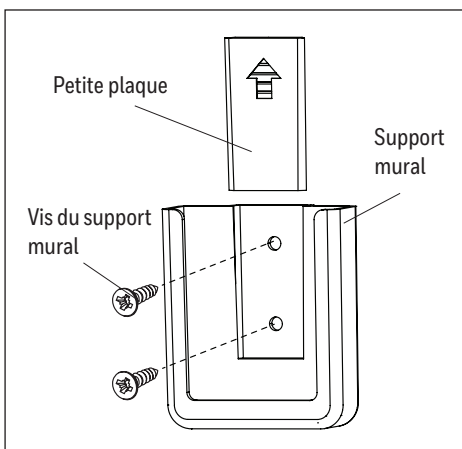

Figure 5.7
7. L'ensemble de contrôle à distance comprend un support mural. Pour installer le support mural, retirez la petite plaque afin d'exposer les trous de vis. Insérez les vis du support mural dans les trous, puis dans le mur, et couvrez-les à l'aide de la petite plaque retirée précédemment. La télécommande peut être rangée dans le support mural pour en faciliter l'accès (Figure 5.7).